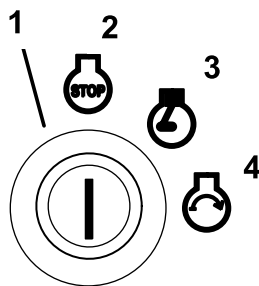

Figura 12
6. Gire la llave de contacto en el sentido de las agujas del reloj a la posición marcha (Figura 12).
9. Gire la llave a la posición de arranque, y el indicador de la bujía volverá a encenderse. Cuando el motor arranque, suelte la llave (Figura 12).
2. Gire la llave de contacto en el sentido de las agujas del reloj a la posición marcha (Figura 12).
- Gire la llave de contacto a la posición Desconectado (Figura 12). Espere a que se detengan todas las piezas en movimiento antes de abandonar el puesto del operador.